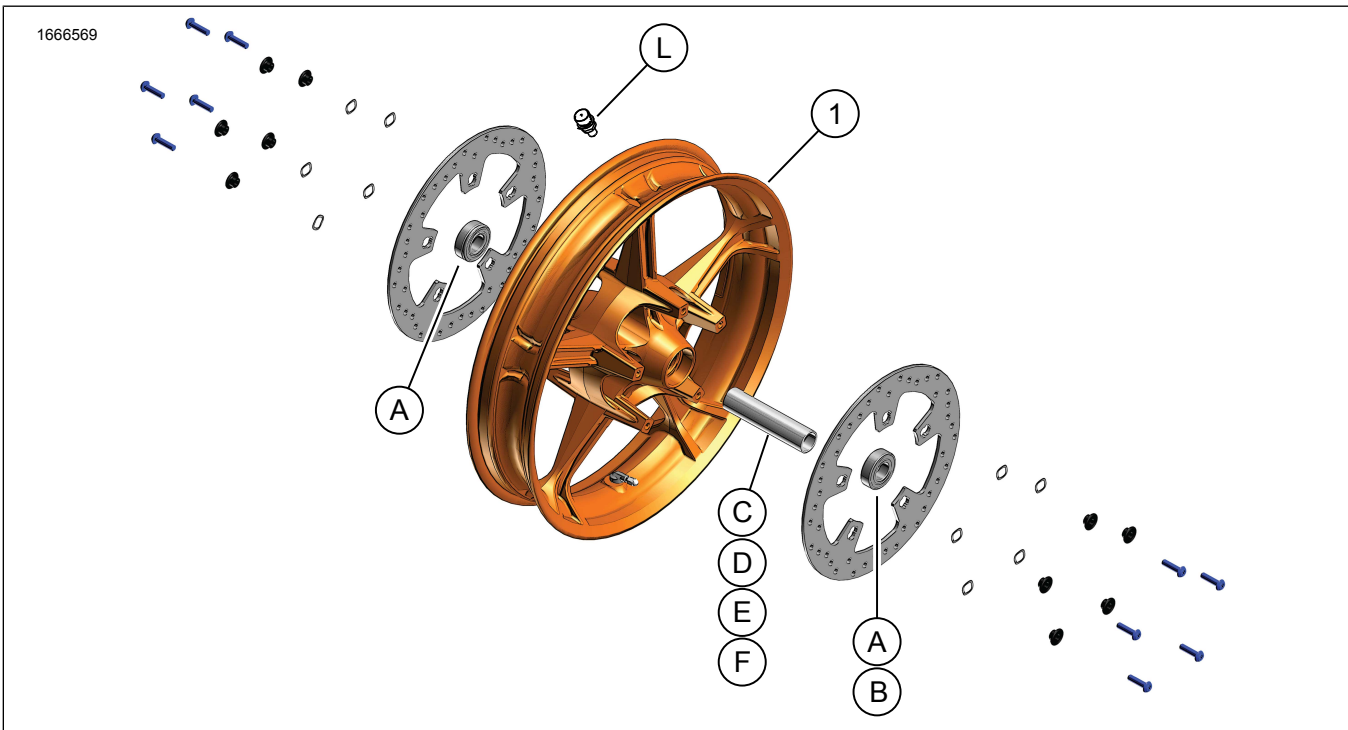

図1。交換用パーツ：フロントホイール
1. 図1を参照してください。バルブシステムアッセンブリー(N)をホイールに取り付けます。サービスマニュアルを参照してください。